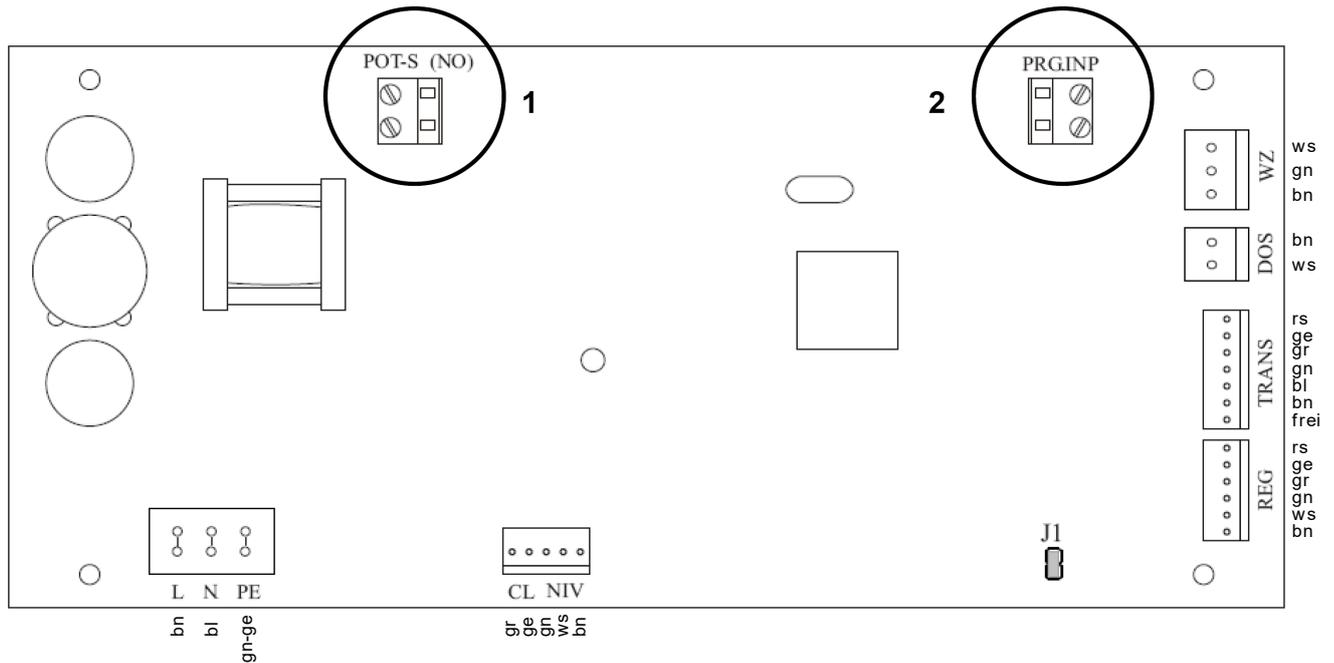

Fig. D-5 : Schéma des bornes Weichwassermeister GSX
Pour l'adaptation optimale du mode de fonctionnement, une sortie programmable (contact sans potentiel/pouvoir de coupure 230 V~ 1 A, fig. D-5, pos. 1) et une entrée programmable (pour le raccord à un contact sans potentiel fig. D-5, pos. 2) sont disponibles dans la commande. Pour la description des fonctions possibles, voir chapitre F, point 3.2.